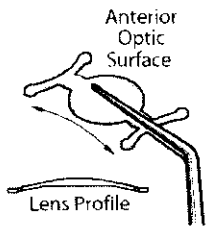

Figura 4
4. Retirar la lente del envase sujetando la parte central de la óptica con la superficie anterior mirando hacia arriba. Asegurarse de que la pinza abarca más de 3/4 de la óptica, tal y como se muestra en la Figura 4. Utilizar una pinza lisa sin puntas dentadas, como la ASICO* AE-4245, JANACH** J21 88.40, o equivalente.
5. Comprobar que el lado correcto de la óptica está mirando hacia arriba (superficie de la óptica anterior mirando hacia arriba) para lo que se deberá comprobar que la lente adquiere la forma de bóveda hacia arriba (Figura 4) y que los indicadores de "hacia arriba" señalan en el sentido de las agujas del reloj (Figura 5).